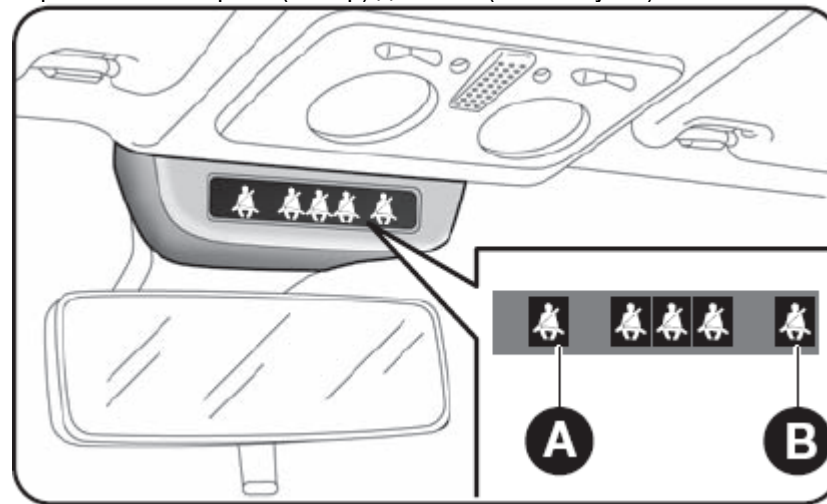

Рис. 4
В некоторых версиях имеется щиток (предусмотренный как альтернатива светодиодам на щитке приборов) расположенный над внутренним зеркалом заднего вида рис. 4, который визуальным и звуковым сигналами, предупреждает пассажиров передних сидений о том, что не пристегнуты их ремни безопасности.
- Выключены, включены красным светом, включены красным светом, мигают красным светом, когда в машине находится только водитель и все ремни не пристегнуты, первые четыре светодиода (рис. 4) включаются красным светом и последние зеленым светом. Центральные светодиоды мигают 30 секунд, а затем остаются включенными немигающим красным светом. Два боковых светодиода А и В - рис.4 относятся к передним сидениям (в этом случае автомобиль с левосторонним движением), а три центральных светодиода относятся к задним сидениям. Работа светодиодов относящихся к передним и задним местам дифференцированно.
Если в автомобиле находится только водитель, положение остается такое как показано на рис. 4. При превышении 20 км/час или, скорость, оставаясь между 10 км/час и 20 км/час, в течение 5 секунд, начинается цикл звуковых сигналов относящихся к передним сиденьям (звуковые сигналы продолжаются 6 секунд, а затем еще 90 секунд) и светодиоды начинают мигать. После завершения цикла светодиоды остаются включенными немигающим светом до выключения двигателя. Звуковая сигнализация прекращается сразу, после того как будут застегнуты ремни водителя и светодиод включается зеленым светом.
Начиная с 15 кг веса до 25 кг, дети могут перевозиться, используя ремни безопасности автомобиля **рис.4**.